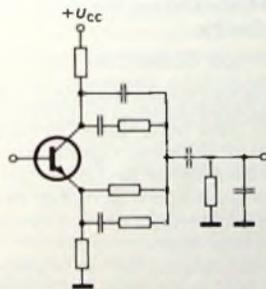

Bild 9. Schaltung eines Allpaß-Phasenschiebers (nach Scheiber)
Betrachtet man Gl. (1) und Gl. (2) unter dem Gesichtspunkt der Stereo- beziehungsweise Mono-Kompatibilität, so ist zu erkennen, daß die vorderen Kanäle bei Stereo-Wiedergabe gleichphasig und die hinteren Kanäle gegenphasig in die Wiedergabe eingehen. Das führt bei Mono-Wiedergabe sogar zu einer partiellen Auslöschung der hinteren Informationen. Um die Kompatibilität zu verbessern, schlägt Scheiber die Einführung einer Phasenverschiebung von $\pm 45^\circ$ in den codierten Kanälen L und R vor (Bild 9). Durch entsprechende Ausbildung der RC-Glieder läßt sich zwischen zwei derartigen Gliedern ein Phasengang erzeugen, der bei jeder Frequenz über